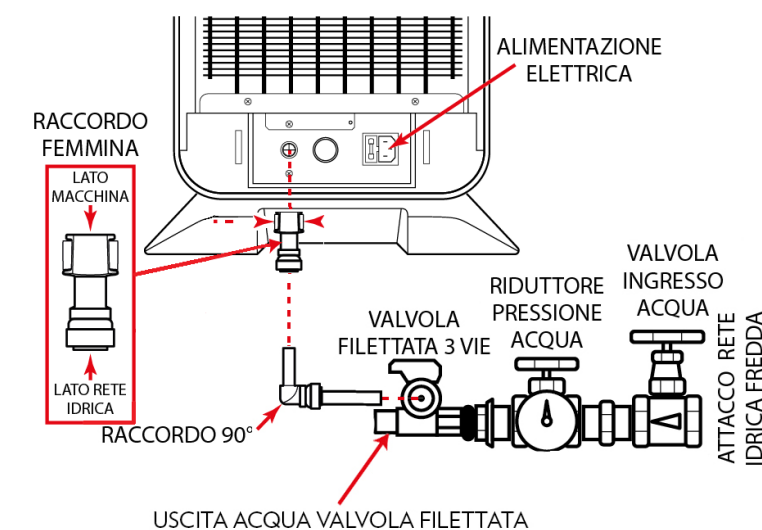

Fig. 1-12
- 16.12** – Il raccordo di allacciamento idrico dell'apparecchio è situato alla base del lato posteriore, nell'apposito vano allacciamenti, vedi Fig. 1-12.